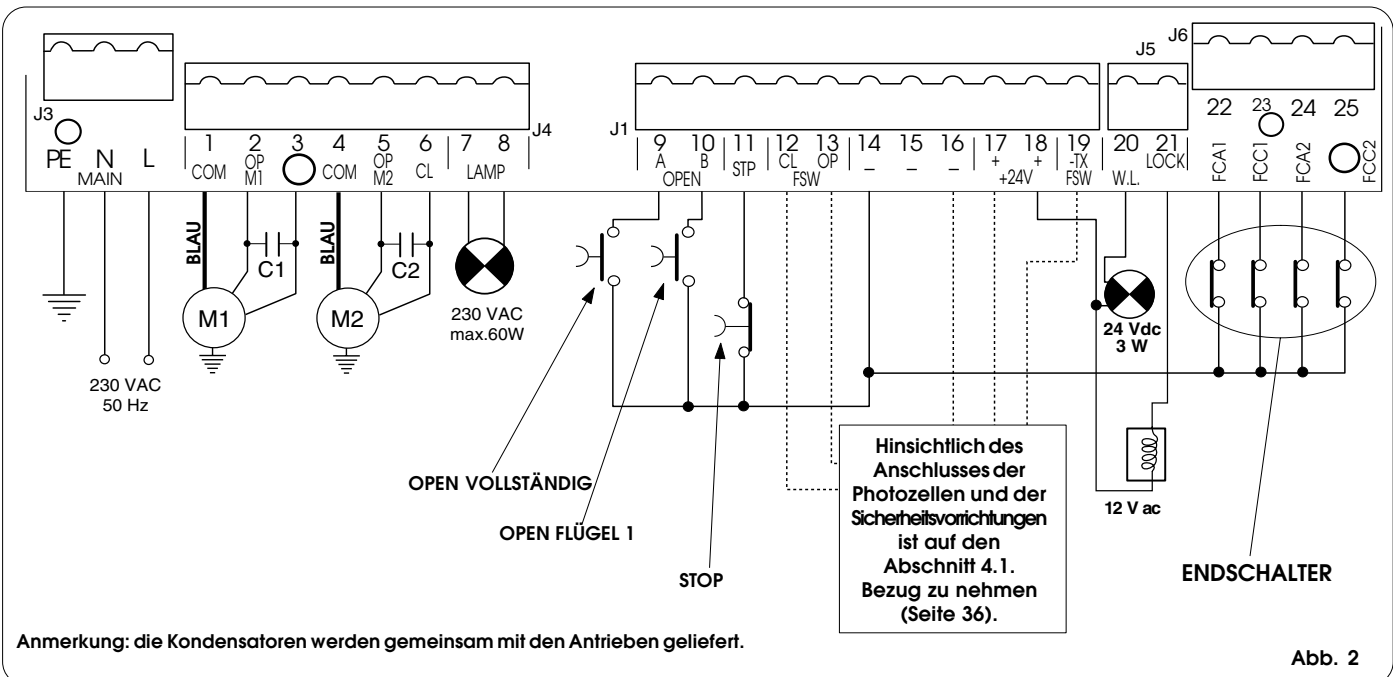

Abb. 2
- Das Erdungskabel ist an die entsprechende Klemme auf dem Stecker J3 des Geräts anzuschließen (siehe Abb. 2).
4.2. Klemmenleiste J3 - Versorgung (Abb. 2)
4.3. Klemmenleiste J4 - Motoren und Blinkleuchte (Abb. 2)
4.4. Klemmenleiste J1 - Zubehör (Abb. 2)
4.5. Klemmenleiste J5 - Kontrollampe und Elektroschloß (Abb. 2)
4.7. Klemmenleiste J6- Endschalter und/oder Gatecoder (Abb. 2)